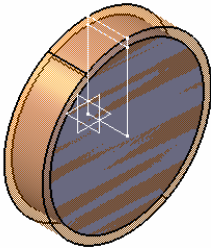

图 7-2 打开的模型文件（1）
1) 启动 CATIA V5 R20 后，单击工具栏上的打开按钮，打开选择文件对话框，选择“fendupan.catpart”（随书光盘：\第 7 章\7.1\uncompleted\fendupan.catpart），单击“OK”按钮，打开的模型文件（1）如图 7-2 所示。